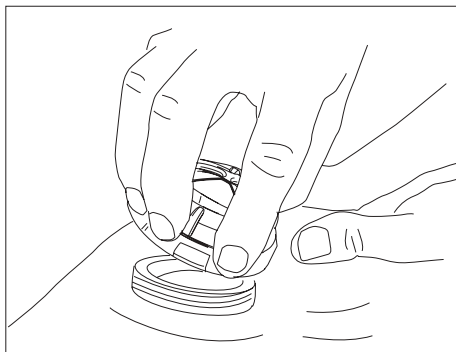
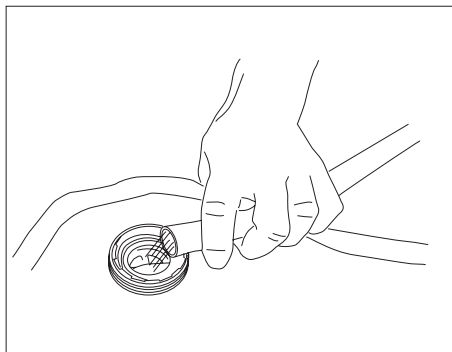

Fig.27
Fig.28
2. Wir raten Ihnen, die Luftkammer ab und zu mit Süßwasser auszuspülen. Dafür müssen Sie das Überdruckventil mit einem beliebigen Schraubenzieher abmontieren (Abb. 27), um Süßwasser einfließen zu lassen (Abb. 28). Danach setzen Sie das Ventil wieder zusammen und lassen das Wasser im Inneren kreisen, indem Sie das Tarierjacket hin und her bewegen.